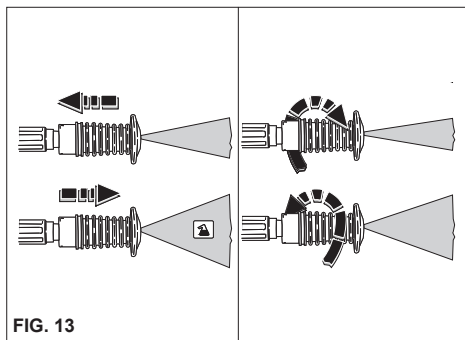

FIG. 13
**BRUK AV JUSTERBART MULTIREC-MUNNSTYKKE (fig. 13)**
- Når rengjøringsmaskinen ikke er i bruk må sikkerhetsanordningen på håndtaket lukkes (fig. 13).
skal vaskes nedefra og opp (fig. 13). La blandingen få virke i noen få minutter.